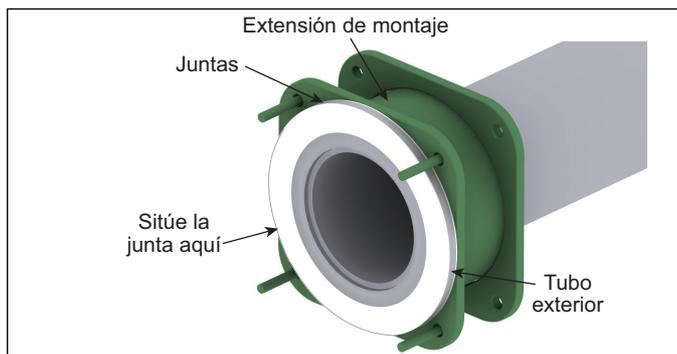

Figura 3.8
3. Sitúe la junta sobre la brida del tubo exterior. Use spray adhesivo para que las juntas se mantengan en su sitio. Véase Figura 3.8.
3. Sitúe la junta sobre la brida del tubo exterior. Véase Figura 3.8.